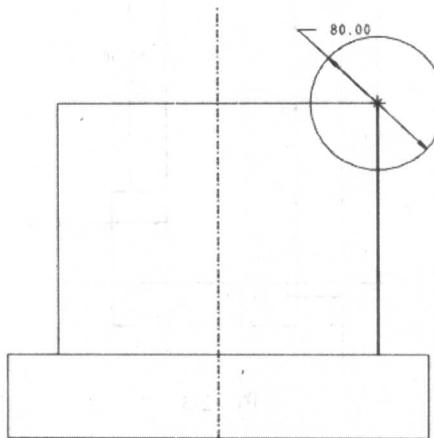

图 2-6
(1) 单击旋转工具按钮，在旋转特征操控板中单击草绘截面按钮，系统显示“剖面”对话框。
(2) 单击“剖面”对话框中的“使用先前的”按钮，单击该对话框中的“草绘”按钮，系统进入草绘工作环境。
(3) 绘制如图 2-6 所示的一条中心线和 1 个圆。
(4) 单击草绘命令工具栏中的 按钮，回到旋转特征操控板。
(5) 单击旋转特征操控板中的移除材料按钮。
(6) 单击“选项”按钮，在弹出的“选项”面板中选择“变量”选项，并输入旋转角